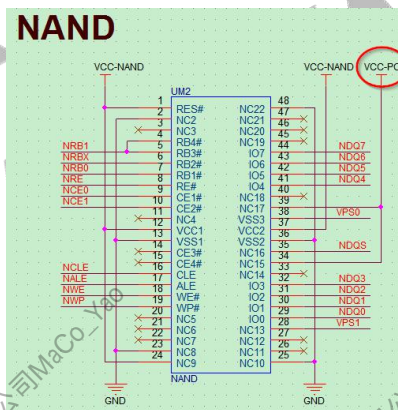

图 2-22 NAND FLASH 的 IO 电压
- 需注意 NAND FLASH 的 IO 电压有 1.8V 和 3.3V 两种电压，使用时需参照对应的 datasheet。按实际的需求匹配 VCC-PC 的电压大小，如图图 2-22。